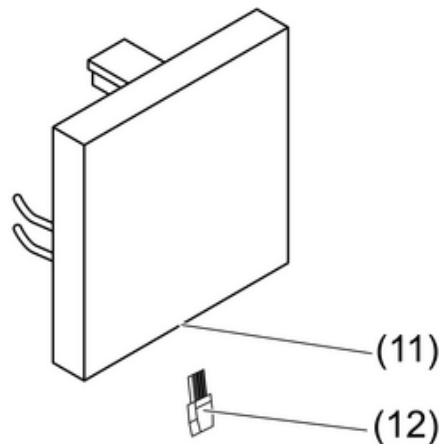

Figure 6: Capteur solaire sur la garniture
Le câble de capteur peut être installé de trois manières différentes. Pose encastrée (figure 4), pose en saillie (figure 5) et, avec les garnitures correspondantes, branchement du câble de capteur sur la garniture (figure 6).
- Insérer la fiche (12) dans la douille du mécanisme (11) (figure 6).